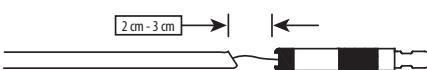

Figure 7
3. Séparer délicatement les extrémités proximale et distale du dispositif d'insertion ouvert. Ensuite, sous radioscopie, tirer la partie proximale du dispositif d'insertion d'implant de 2 à 3 cm environ pour confirmer le détachement de l'implant conformément au mode d'emploi (Figure 7).